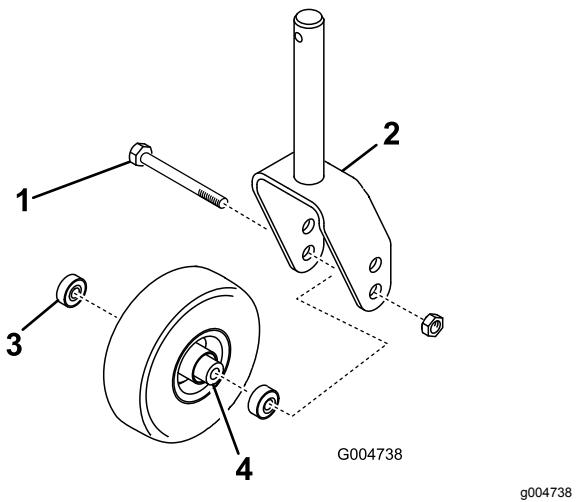
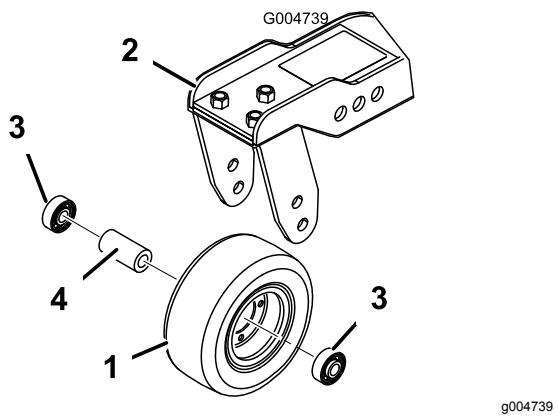

Рисунок 85
Рисунок 86
1. Выверните контргайку с болта, удерживающего узел поворотного колеса между вилкой (Рисунок 85) или рычагом (Рисунок 86) поворотного колеса.
2. Извлеките подшипник из ступицы колеса и дайте выпасть распорной втулке подшипника (Рисунок 85 и Рисунок 86).